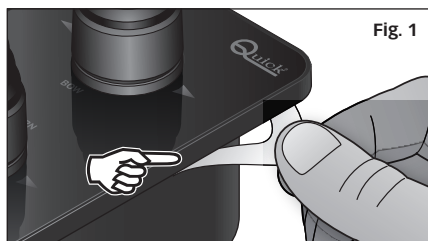

Fig. 1
- (Fig. 1) Staccare la carta protettiva dalla guarnizione adesiva evitando di toccare la parte adesiva con le dita.